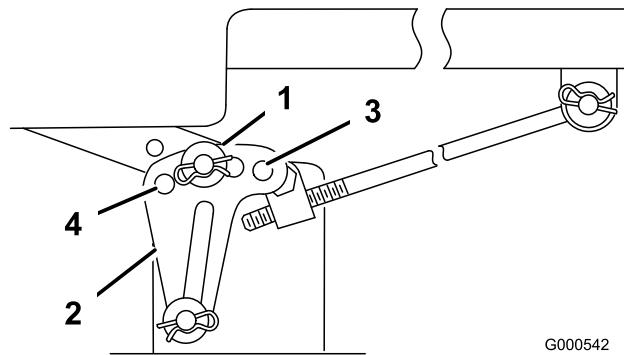

Figure 52
- Enlevez la goupille fendue et la rondelle de l'une des pattes de mise à niveau (Figure 52).
- Pour mettre les lames de niveau, fixez les pattes de mise à niveau dans un autre trou à l'aide de la rondelle et de la goupille fendue (Figure 52). Utilisez un trou plus en avant pour réduire la hauteur de ce côté, ou un trou plus en arrière pour l'augmenter. Réglez les deux côtés selon les besoins.